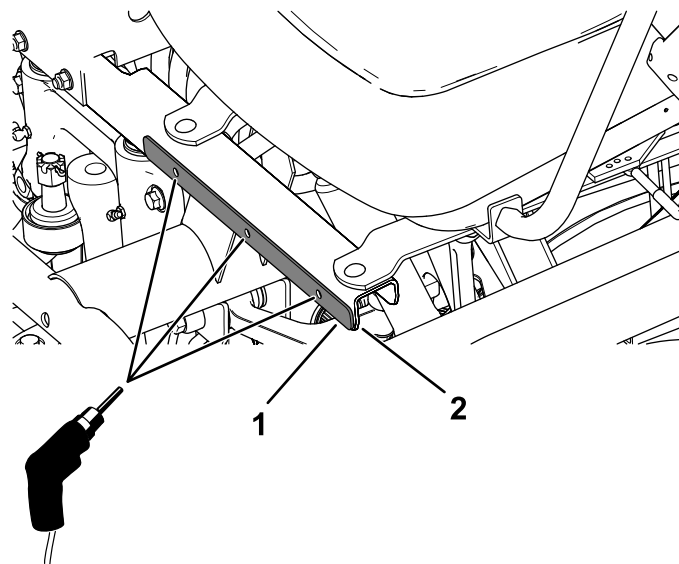

Figure 21
1. Positionnez les brides de la tôle de protection sur le bord inférieur du cadre du socle du siège, et servez-vous d'elles comme gabarit pour repérer et percer 3 trous ($\frac{5}{16}$ ") de chaque côté du cadre du socle (Figure 21).